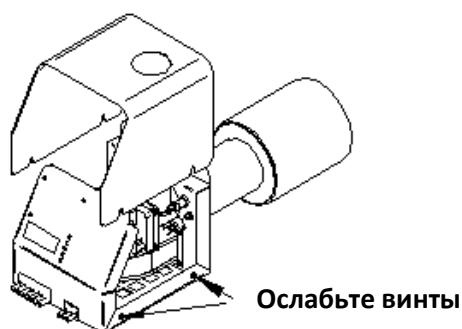

Рисунок 7
**1. Снимите крышку горелки, ослабив 4 винта крышки. Винты можно не снимать, Рисунок 7.**